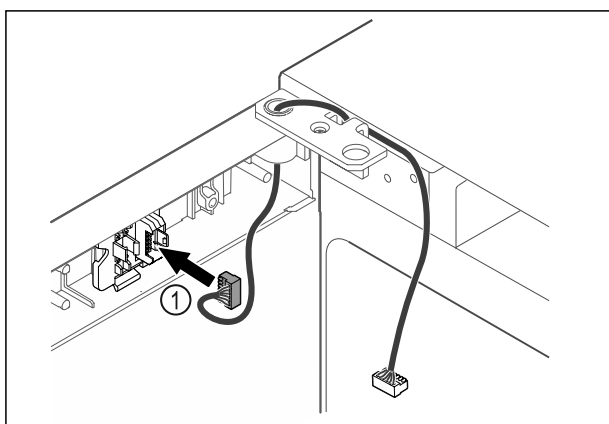

Fig. 58
- ▶ Introduceți fișa Fig. 58 (1) în suportul fișei.